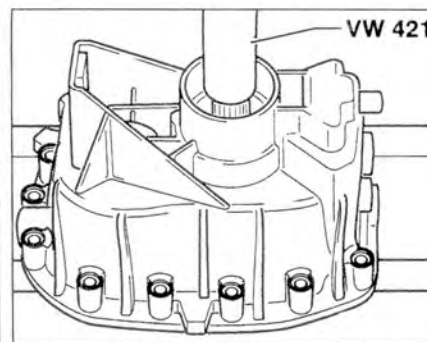

Рис. 5.36. Используя трубчатый съемник VW421, выпрессуйте промежуточный и вторичный валы вместе с вилками переключения передач из корпуса коробки передач.
15. Используя трубчатый съемник VW421, выпрессуйте промежуточный и вторичный валы вместе с вилками переключения передач из корпуса коробки передач (рис. 5.36).